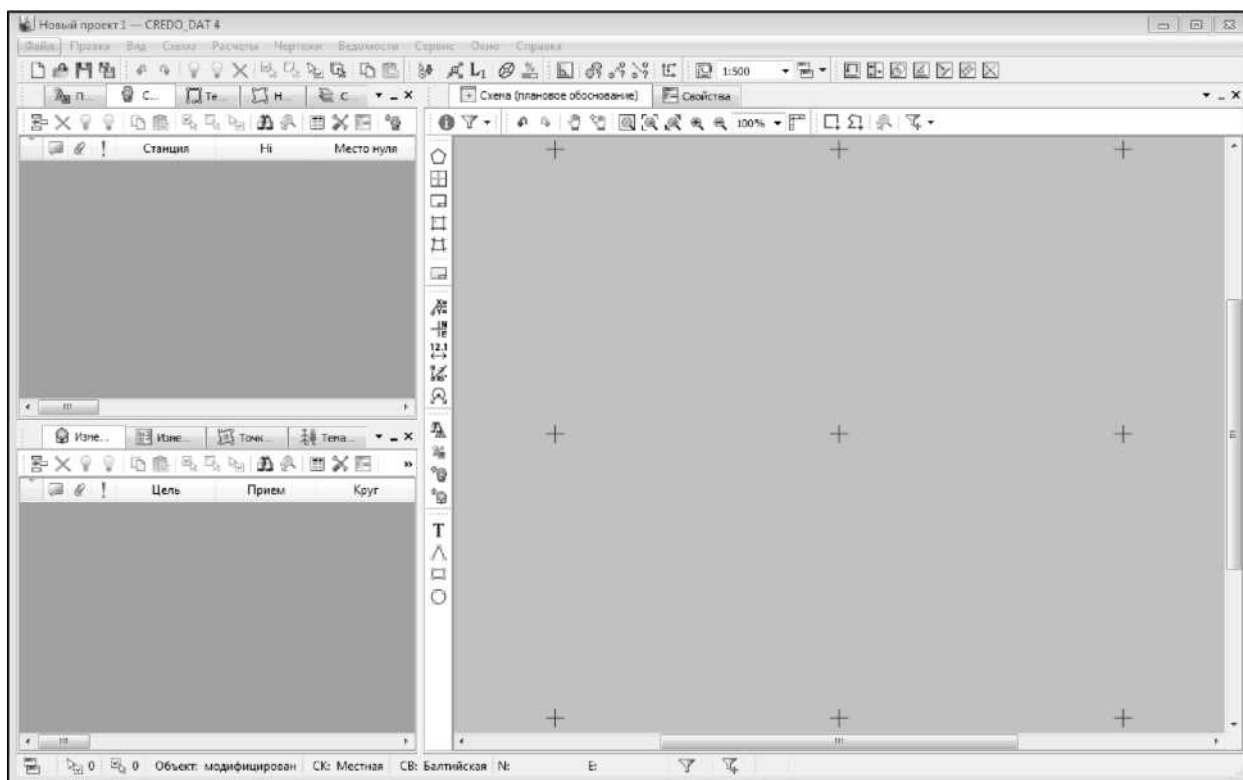

Рис. 1.1
1. Используя меню Вид, выполните настройку рабочей области согласно рис. 1.1 и, выбрав команду Вид/Рабочая область/Сохранить, сохраните эту конфигурацию окон с именем Наземные измерения.